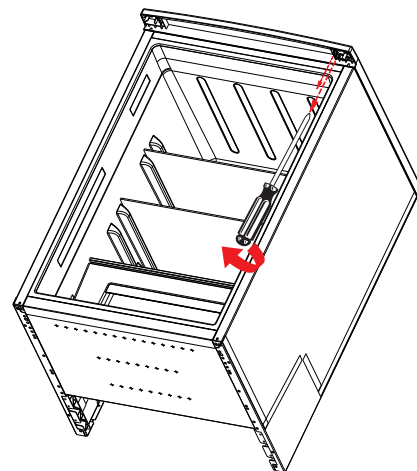

Fig. 11
- ▶ Skru de to skruer for køleskabsdørens øverste hængsel ud med en stjerneskruetrækker, og fjern hængslet fra køleskabets hus (fig. 11).